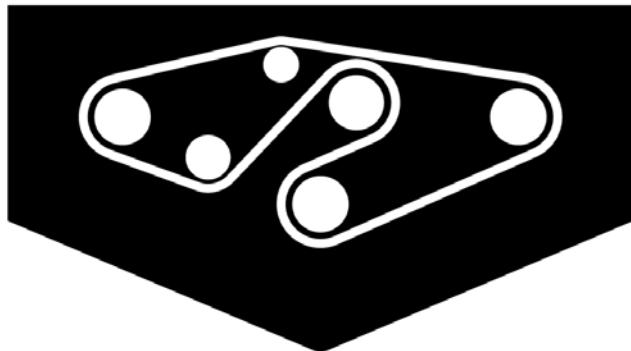

Figura 38
- Pase la correa nueva alrededor de las poleas de los ejes y del conjunto de la polea tensora, según muestra la figura 38.